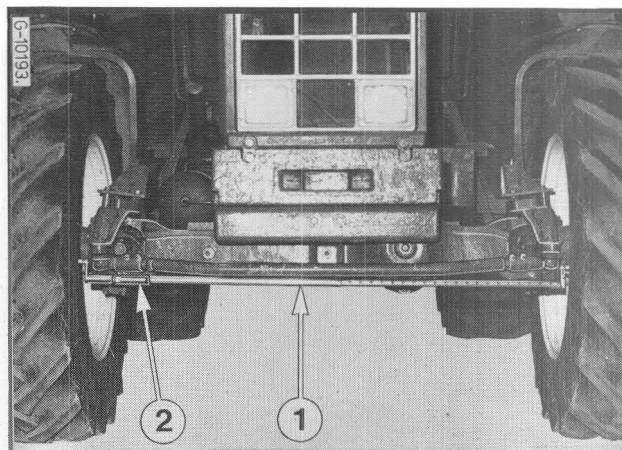

Figure 106
Vérification du pincement avec la règle coulissante (1) Fig. 106
Placez la règle coulissante (1) entre les pneus avant à hauteur du centre des moyeux, comme indiqué sur la Fig. 106.